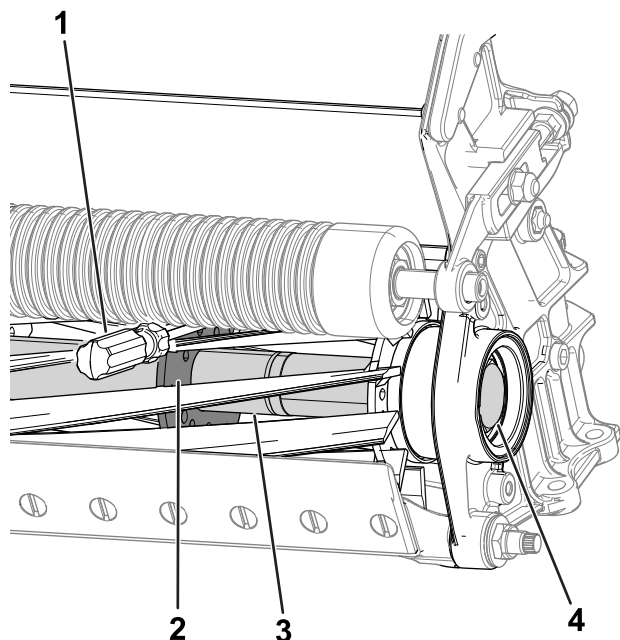

Рисунок 27
2. Вставьте монтировку с длинной ручкой (рекомендуется использовать монтировку размером $\frac{3}{8}$ x 12 дюймов с ручкой как у отвертки) через нижнюю часть режущего барабана и максимально близко к боковой части режущего блока, к которому вы будете прилагать крутящий момент (Рисунок 27).
3. Установите монтировку, прижав ее к сварной стороне опорной пластины барабана (Рисунок 27).